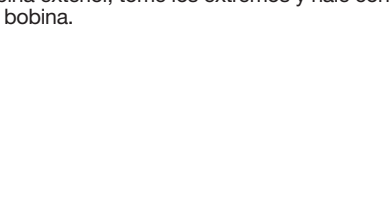

Fig. 33
13. Inserte los extremos de la línea a través de los ojalillos de la bobina exterior y coloque el carrete interior con el resorte dentro de la bobina exterior (Fig. 33). Empuje el carrete interior y la bobina exterior entre sí. Mientras sostiene el carrete interior y la bobina exterior, tome los extremos y hale con firmeza para soltar la línea de las ranuras de fijación de la bobina.
5. Inserte los extremos de la línea en los ojalillos de la bobina exterior (Fig. 33).